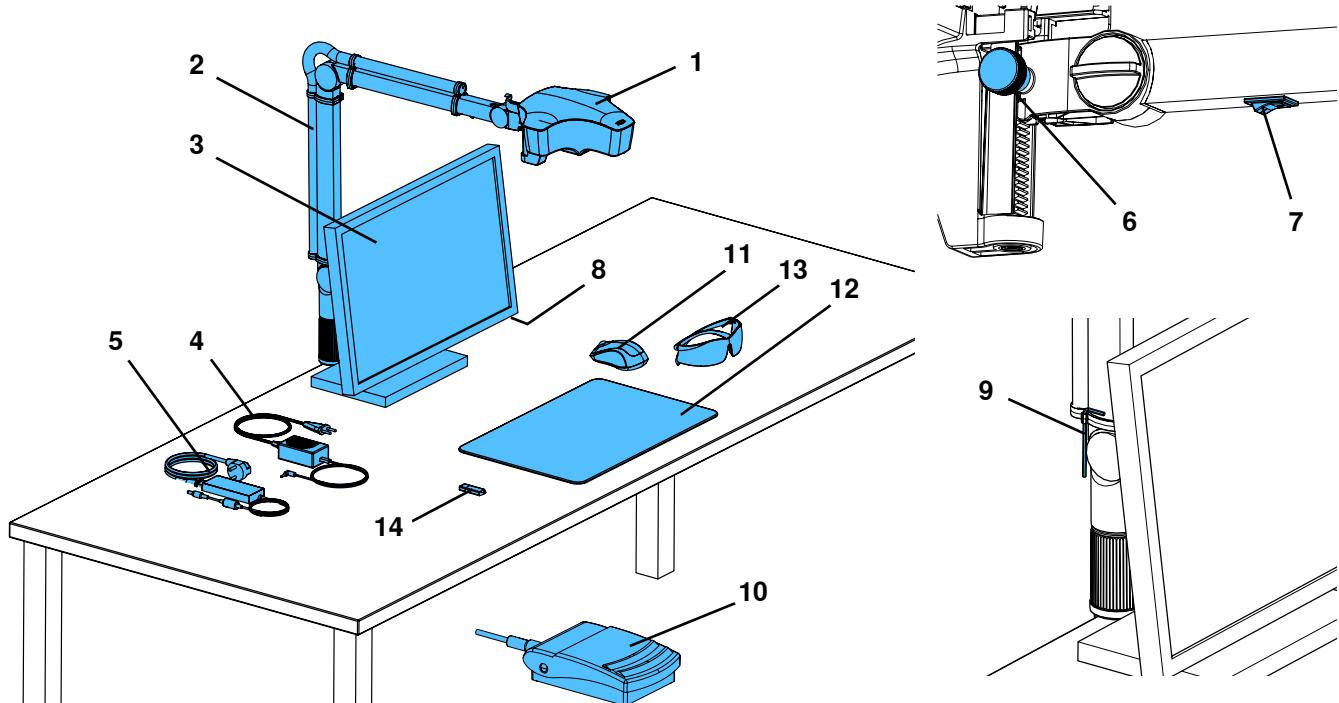

図1
- ⇒ デスクパッド (12, 図1) を作業台の上に置きます。
- ⇒マウス（11、図1）をデスクパッドの隣に置きます。
⇒フットスイッチ（10、図1）をテーブルの下に置き、フットスイッチ用ケーブルをフットスイッチに差し込みます。
- 付属のツール（9、図1）を使ってネジ（34）を締めます。
- 付属のツール（9、図1）を使ってネジ（35）を締めます。